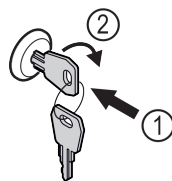

Fig. 172
- ▶ Klíč zasuňte dovnitř Fig. 172 (1).
- ▶ Otáčejte klíčem o 90° ve směru hodinových ručiček Fig. 172 (2).